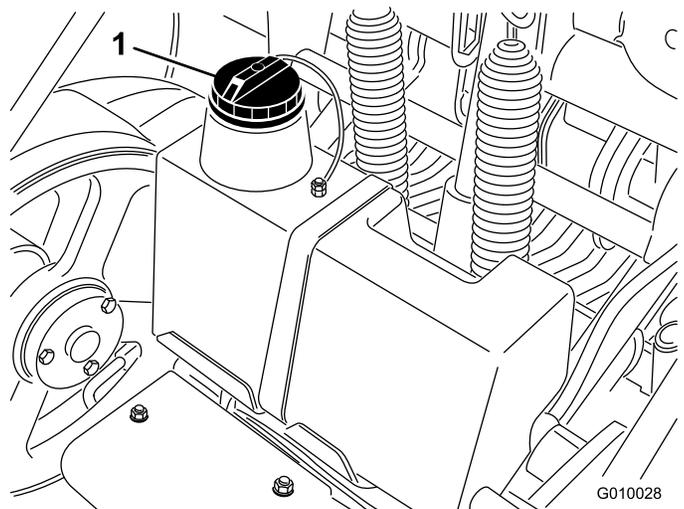

図 62
3. 油圧オイルタンクの注油口周辺をきれいに拭き、キャップ 図 62 を外す。給油口からキャップを取る。